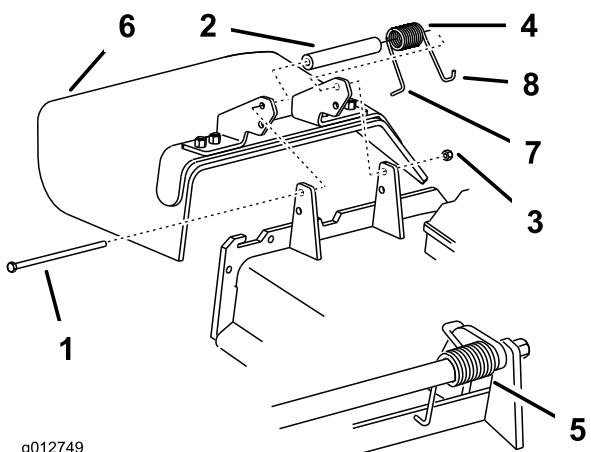

Figura 60
1. Retire la contratuerca, el perno, el muelle y el espaciador que sujetan el deflector a los soportes de pivote (Figura 60). Retire el deflector de hierba dañado o desgastado.
Nota: Asegúrese de colocar el extremo en **L** del muelle detrás del reborde de la carcasa antes de instalar el perno, según se muestra en la Figura 60.
3. Instale el perno y la tuerca. Coloque el extremo en **J** del muelle alrededor del deflector de hierba (Figura 60).